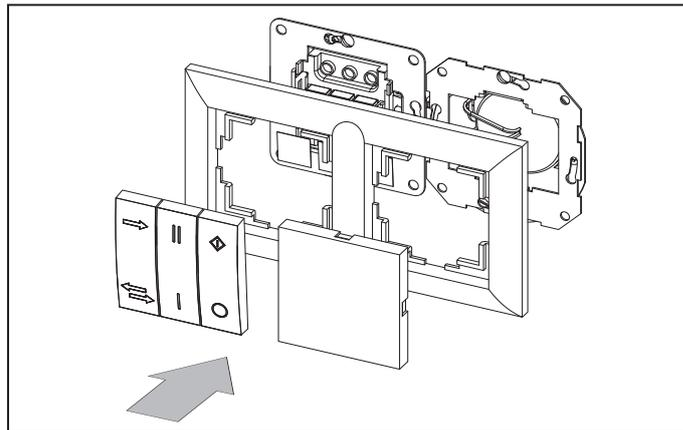

Рис. 21.
18. Установите рамку, кнопки и заглушку в обратном порядке (рис. 21).